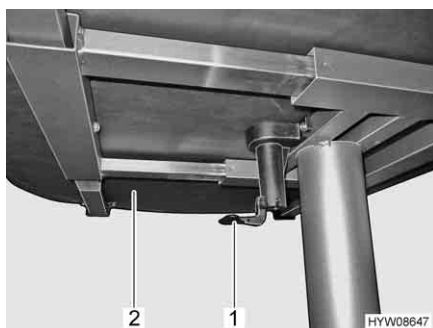

Fig. 76 Leva per spostare il piano del tavolo
- Tirare o spingere la leva (Fig. 76,1) verso il basso.
- Spingere il piano del tavolo (Fig. 76,2) nella posizione desiderata.